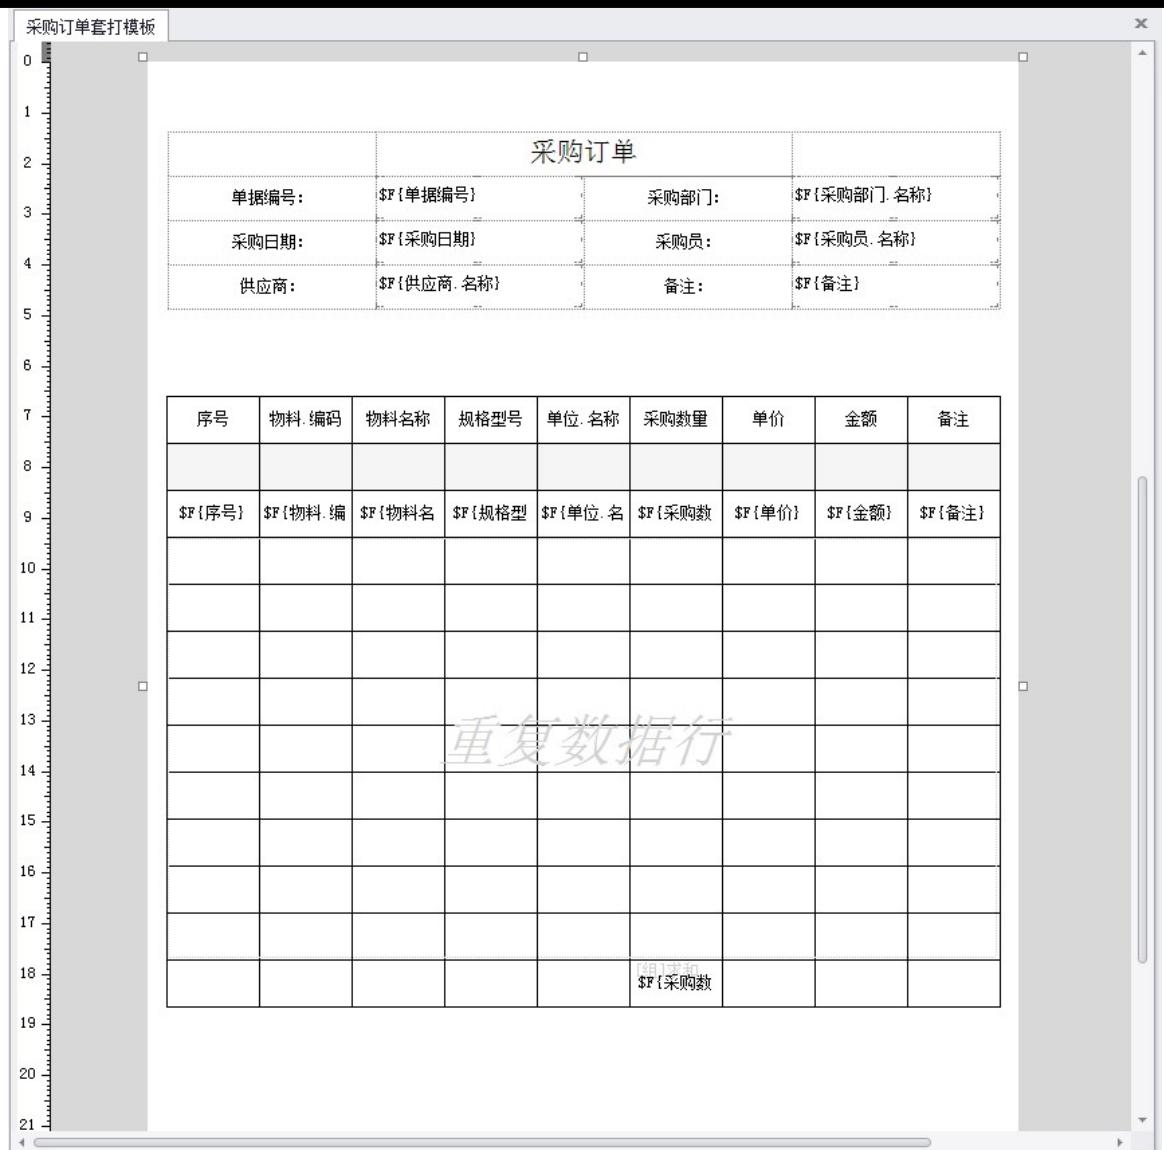

图 6-1-15 套打模板设计界面
- 15、可以在数据表格下方在加入布局表格，参照步骤5，添加单据头其它信息中的字段，可以根据需要添加数据源中的系统变量和常用公式，调整套打模板整体布局后点击工具栏保存按钮，完成套打模板设计，如图6-1-15所示。